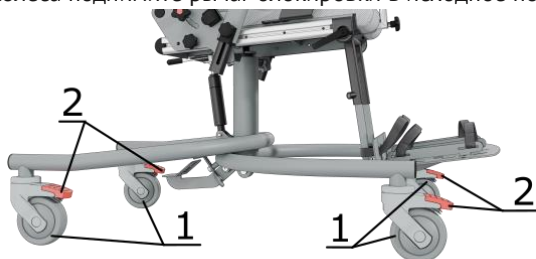

Рисунок 14. Блокировка и разблокировка колес.
Для блокировки колеса (1) нажмите на рычаг блокировки (2) до фиксации в нижнем положении. Для разблокировки колеса поднимите рычаг блокировки в исходное положение. (рис.14)